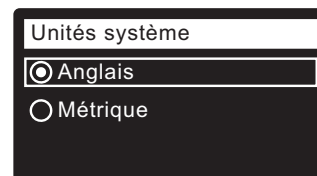

FIG. 20
- UNITÉS SYSTÈME** Passez à l'étape 18 si le cercle du système souhaité a déjà un point (cf. Figure 20). Sinon, appuyez sur le bouton BAS (▼) ou HAUT (▲) pour passer au système souhaité, puis sur le sélecteur (O) pour confirmer votre choix.
- Appuyez sur le sélecteur (O).